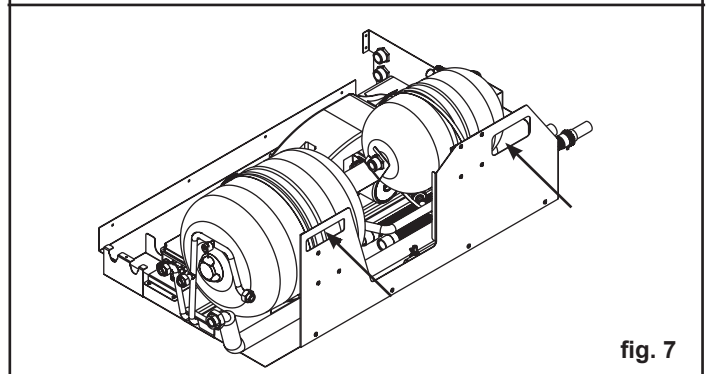

fig. 7
- Posizionare il Modulo Diretta Incasso Solar su una superficie piana per evitare di danneggiare i vari componenti preassemblati (fig. 7)